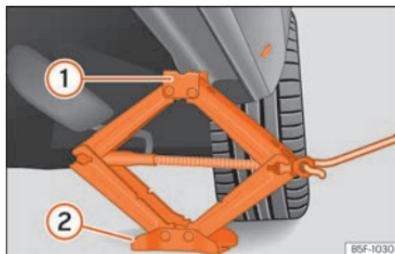

Abb. 229 Längsträger: Wagenheber ansetzen.
- Drehen Sie die Kurbel des unter dem Aufnahmepunkt des Längsträgers befindlichen Wagenhebers, bis sich die Nase **1** >>> **[Abb. 229]** unter der vorgesehenen Einführung befindet.